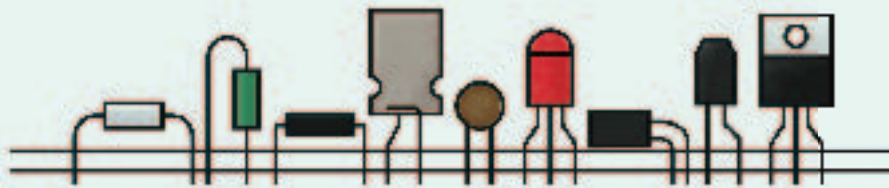

图 2-3 元器件体积大小不同
2. 如图 2-3 所示, 元器件体积有大有小, 有高有低。为了更快更好地完成焊接工作, 如何确定不同元器件焊接的时序?